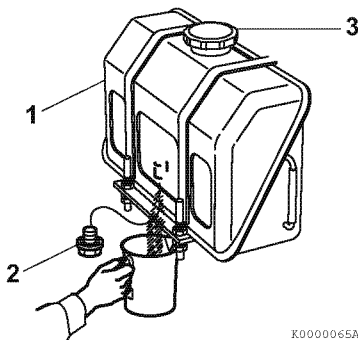

Abbildung 7
1. Einen zugelassenen Auffangbehälter unter den Dieseldieselkraftstofftank (1, **Abbildung 7**) stellen.
2. Den Tankdeckel (3, **Abbildung 7**) ausbauen.
3. Die Ablassschraube (2, **Abbildung 7**) ausbauen und Verunreinigungen (Wasser, Schmutz usw.), die sich am Tankboden gesammelt haben, ablassen.